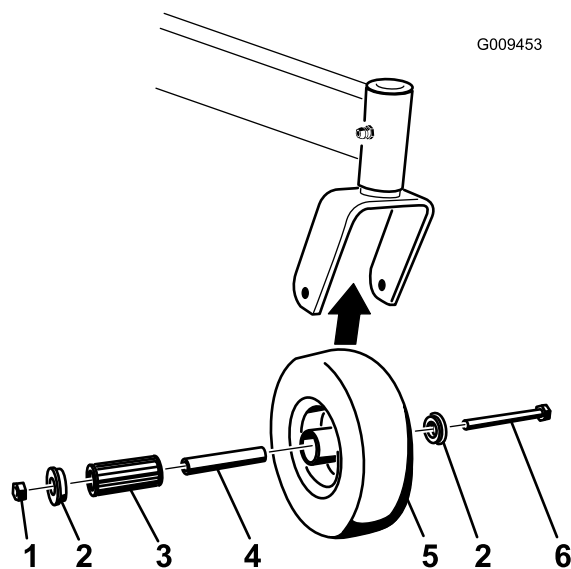

図 60
- キャスタ・ホイールをキャスタ・フォークに保持しているボルトとロックナットを外す (図 60)。
- ブッシュを外し、スパナ・ブッシュとローラ・ベアリングをハブから外す (図 60)。
- ハブについているもうひとつのブッシュも外し、ハブについているグリスや汚れを除去する (図 60)。
- ローラ・ベアリング、ブッシュ、スパナ・ブッシュ、それにハブの内側の磨耗具合を点検する。破損したり磨耗したりしている部品は交換する (図 60)。
- 組み立てるときには、ホイール・のハブにブッシュを 1 つ入れる。ローラ・ベアリングとスパナ・ブッシュにグリスを塗りつけて、ハブに通す。ハブにもうひとつのブッシュを入れる (図 60)。
- キャスト・フォークの間にキャスト・ホイール・アセンブリを入れ、ホイール・ボルトとロックナットで固定する。スパナ・ブッシュがキャスト・フォーク内部に当たるまでロックナットを締め付ける (図 60)。